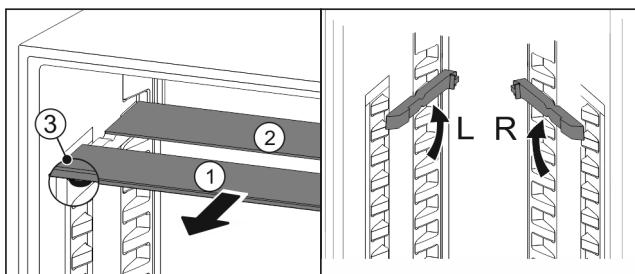

Fig. 33
- Издърпайте Fig. 33 (1) поотделно стъклените площи напред.
- Стъклената плоча Fig. 33 (1) с декоративната лайстна е отпред.
- Ограничителите Fig. 33 (3) сочат надолу.